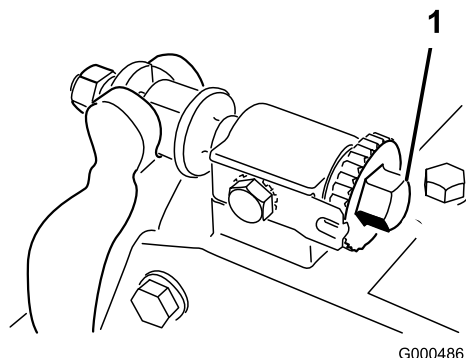
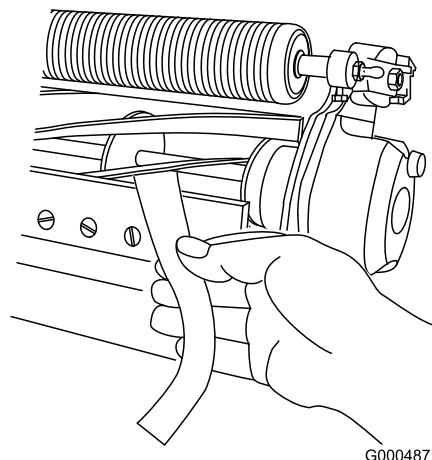

図 51
図 52
2. ベッド・バー調整ネジ (図 51) を左に回して、リールと下刃の接触を完全になくす。
4. リール前面の左右いずれかの端を選び、リールと下刃の間に長く切った新聞紙片を差し入れる (図 52)。リールをゆっくり前回転させながら下刃調整ネジを締める (図 51 (新聞紙を入れた側の調整ネジを、1 目盛りずつゆっくりと))。新聞紙を引き抜くのに軽い力が必要な程度でよい。
6. 両側の調整ができれば最終確認を行う：紙片をリールの前から差し込んだ時にははさむだけ、下から差し込むと切れるのが正しい調整である (図 52)。リールと下刃のごくわずかの接触で紙が切れなければいけない。接触を強くしないと切れない場合には、鋭利な刃先を取り戻して精密なカットができるようにバックラップか研磨を行うことが必要 (Toro 研磨マニュアルを参照)。